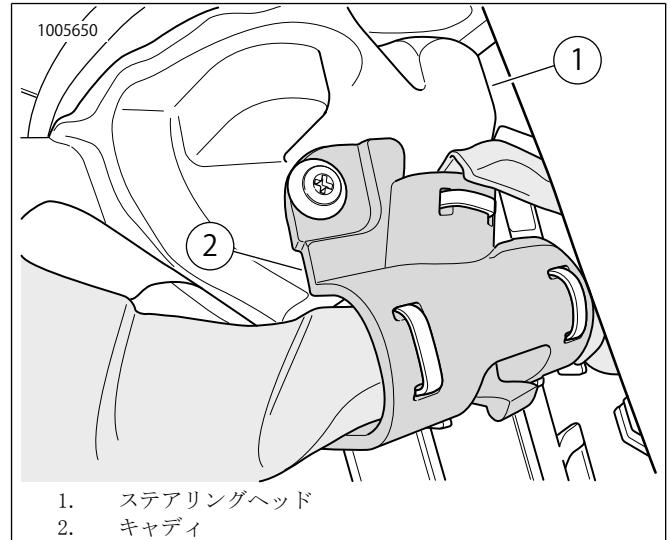

図6. ステアリングヘッド
10. 図6を参照してください。48インチハーネスの先端をステアリングヘッド(1)まで取り回します。キャディ(2)を使ってハーネスを固定します。